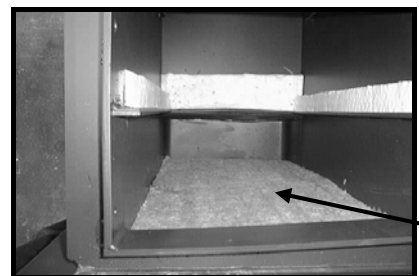

Fig. 2,2
4. ACHTUNG: Unter dem Bodenstein liegt eine 3 cm dicke Isolierung. Während der Reinigung, bei entferntem Bodenstein, bitte vorsichtig sein. Falls bei der Reinigung Fasermaterial verloren geht muß die entsprechende Menge ersetzt werden, damit die vordere Bodenplatte gleichmäßig gegen den Rahmen der um die gesamte Aschetür herumgeht anliegt., siehe Fig. 2,2